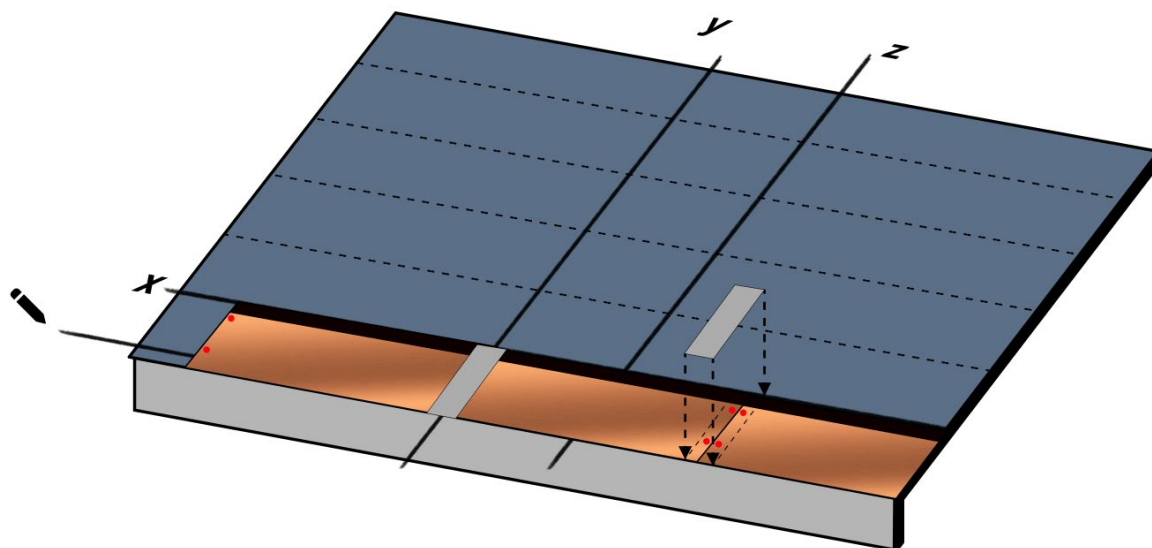

**Fig. 6 - Posa della prima tegola**
- Procedere con la posa della prima tegola: allineare il bordo laterale sinistro della prima tegola sulla verticale **y** e il bordo superiore sull'orizzontale **x**. Rimuovere il film protettivo dalla fascia autoadesiva superiore. Fissare la tegola al sottofondo con dei chiodi inox posti a circa 2 cm dalle estremità laterali della tegola, in posizione come da Fig. 6.